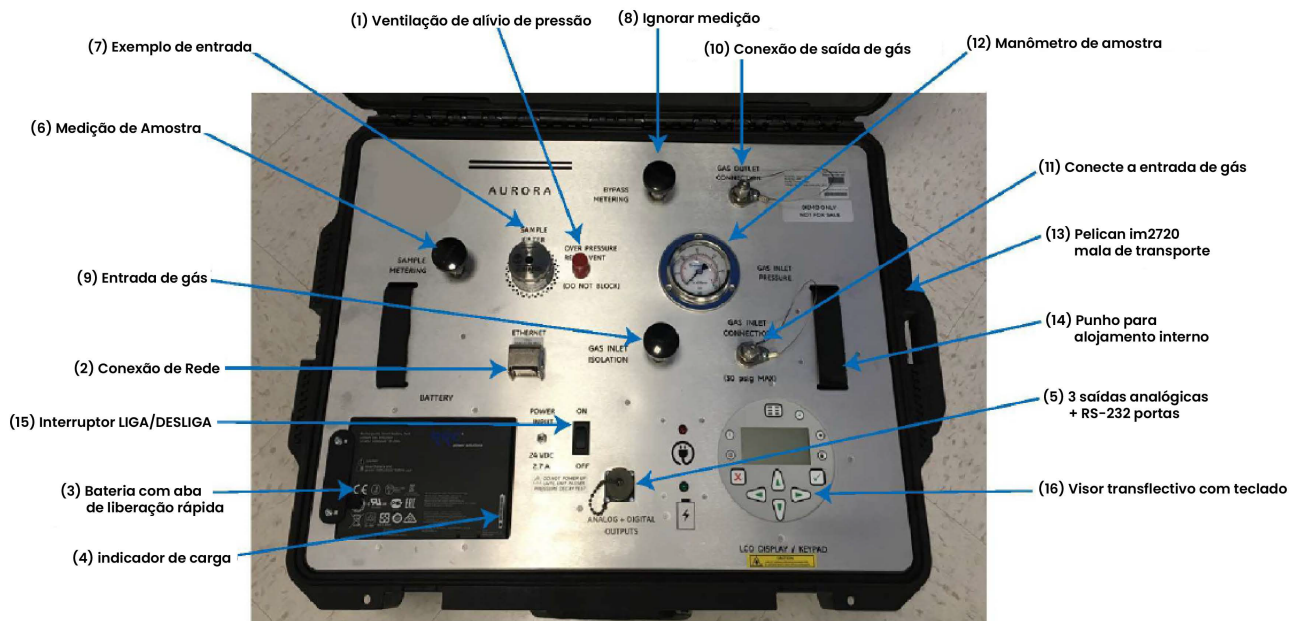

Figura 4: Painel frontal do Panametrics Aurora TransPort
Consultar a Figura 4 abaixo para localizar os componentes referenciados no guia de arranque.
1. Certifique-se de que a mala de transporte Pelican (13) está deitada plana e horizontal sobre uma superfície estável antes de abrir a tampa.
2. Instalar a bateria de íões de lítio enviada com a unidade na ranhura da bateria depois de soltar a patilha (3) à esquerda com orientação, como mostra a Figura 4.